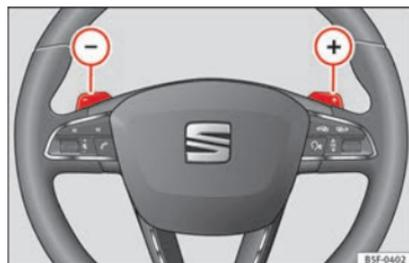

Fig. 193 Volant : palettes pour boîte automatique.
- Appuyez sur la plaquette  pour passer une vitesse supérieure **» fig. 193.**